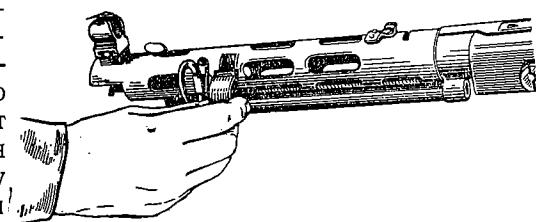

Рис. 61. Вынимание вкладыша сошки
- отдалить ствол от пулемета и пальцами руки вывести через вырез в кожухе (в боковую сторону) вкладыш сошки (рис. 61);